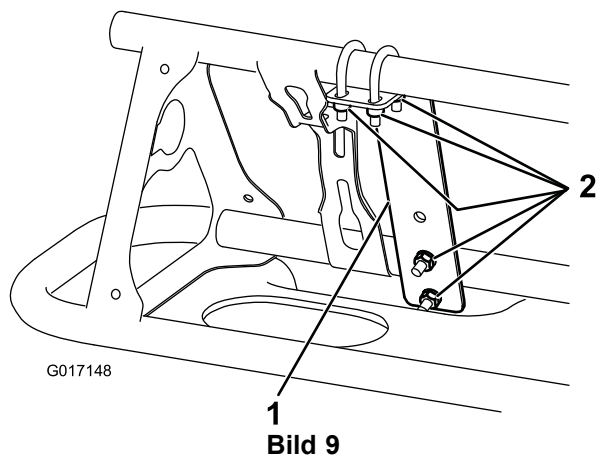

Bild 9
1. Befestigen Sie eine Befestigungshalterung mit drei U-Bügeln und sechs Sicherungsmuttern (1/4") vorne an jedem Ausleger in der Nähe der äußeren Düse (Bild 8 und Bild 9).